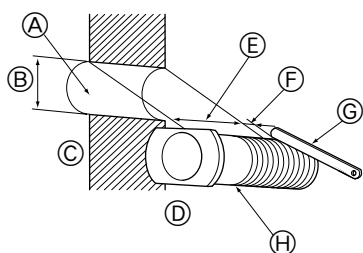

Fig. 3-6
3.4.1. Löcher bohren (Fig. 3-6)
- ① Bohren Sie Löcher von $\varnothing$ 65 mm oder $\varnothing$ 75 mm von etwa 5–7 mm Tiefe und leicht abwärts zum Raum geneigt.
- ② Die Wanddurchbruchhülsen in die Bohrungen einsetzen.